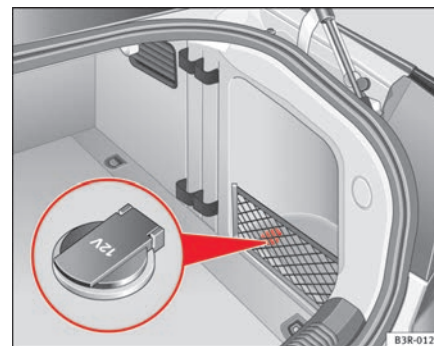

Abb. 128 Ausschnitt aus der Seitenverkleidung des Gepäckraums: 12-Volt-Steckdose
- Heben Sie die Abdeckkappe der Steckdose an ⇒ Abb. 128.